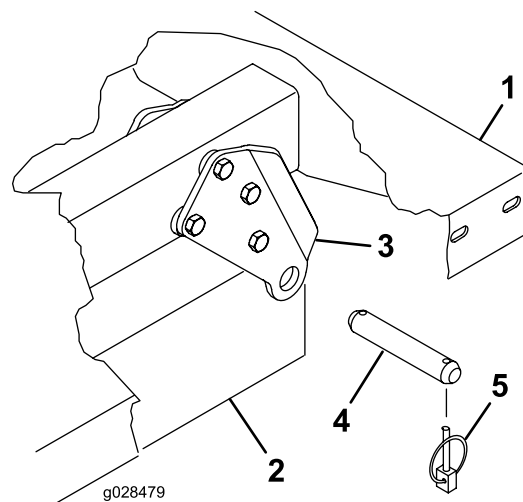

Figure 4
2. Placez le plateau avec précaution sur le cadre du véhicule en alignant les trous de pivot arrière du plateau et les trous du profilé de cadre arrière (Figure 4).
3. Fixez chaque jeu de supports de pivot aux profilés du cadre à l'aide d'un axe de chape et de 2 goupilles à anneau (Figure 4).